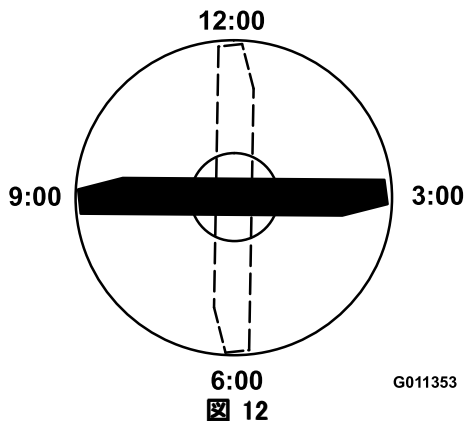

図 12
4. ブレードの印の付いているほうの端部を12時の位置（車両進行方向）に向け（図 12）、作業台の表面からブレードの切っ先までの高さを測定する。
5. 印の付いている端部を3時の位置と9時の位置に向けて（図 12）それぞれ高さを測定する。